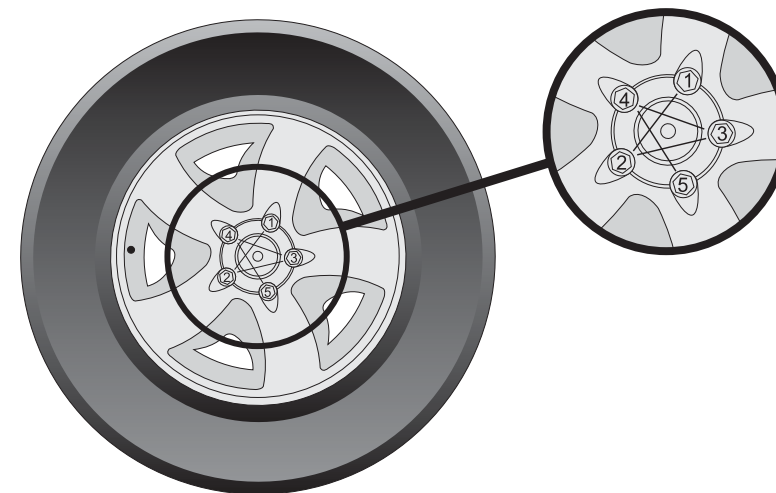

FIGURE 3-6
13. Avant le départ et après environ les 160 premiers kilomètres, serrez les écrous au couple de 90-95 livres par pouce. Vous devez resserrer les écrous selon un motif entrecroisé (figure 3-6) pour garantir une pression uniforme et un alignement optimal. Serrez au couple de façon uniforme, toujours selon le motif entrecroisé, jusqu'à ce que le couple soit parfait.